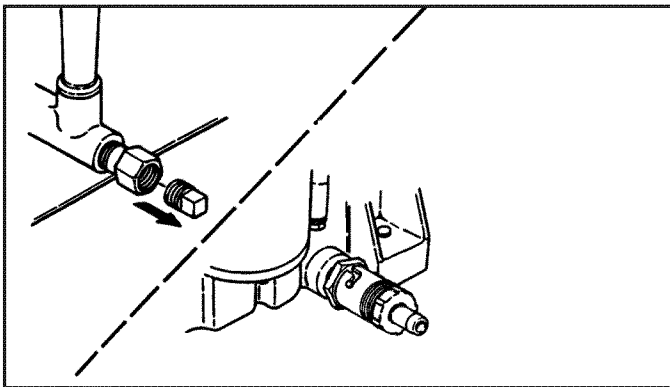

FIGURA 15
4. Limpie completamente el compartimiento del motor, incluyendo los desechos de la rejilla de entrada de la parte superior del motor (A, Figura 15), aletas expuestas de refrigeración del motor y alrededor del conjunto del filtro de aire.
4. Ponga un recipiente adecuado debajo del drenaje del aceite (Figura 15). Retire o abra el tapón de drenaje de aceite y deje que el aceite se drene completamente.